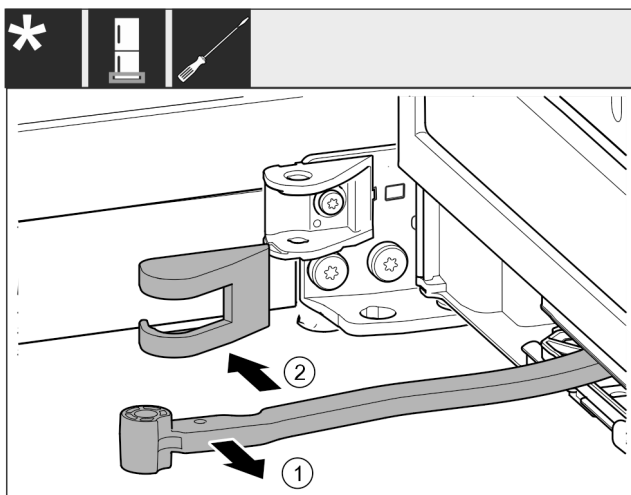

Fig. 14
► Поверните шарнир в направлении двери. Fig. 14 (1)
► Удалите крышку опорного кронштейна. Fig. 14 (2)